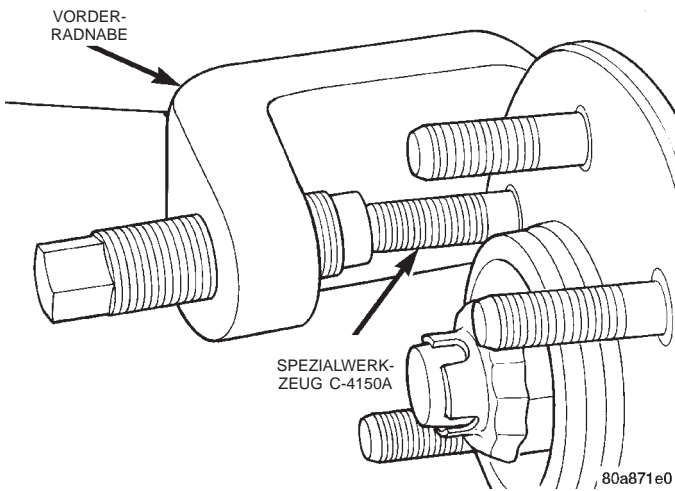

Abb. 10 Radbolzen aus der Radnabe austreiben
- (1) Fahrzeug anheben und sicher abstützen.
- (2) Rad abbauen.
- (3) Bremssattel und Bremsscheibe von der Achse abbauen (siehe Kapitel 5, "Bremsen").
- (4) Austreiber, Spezialwerkzeug C-4150A, an der Radnabe und dem Radbolzen montieren und den Radbolzen austreiben (Abb. 10).